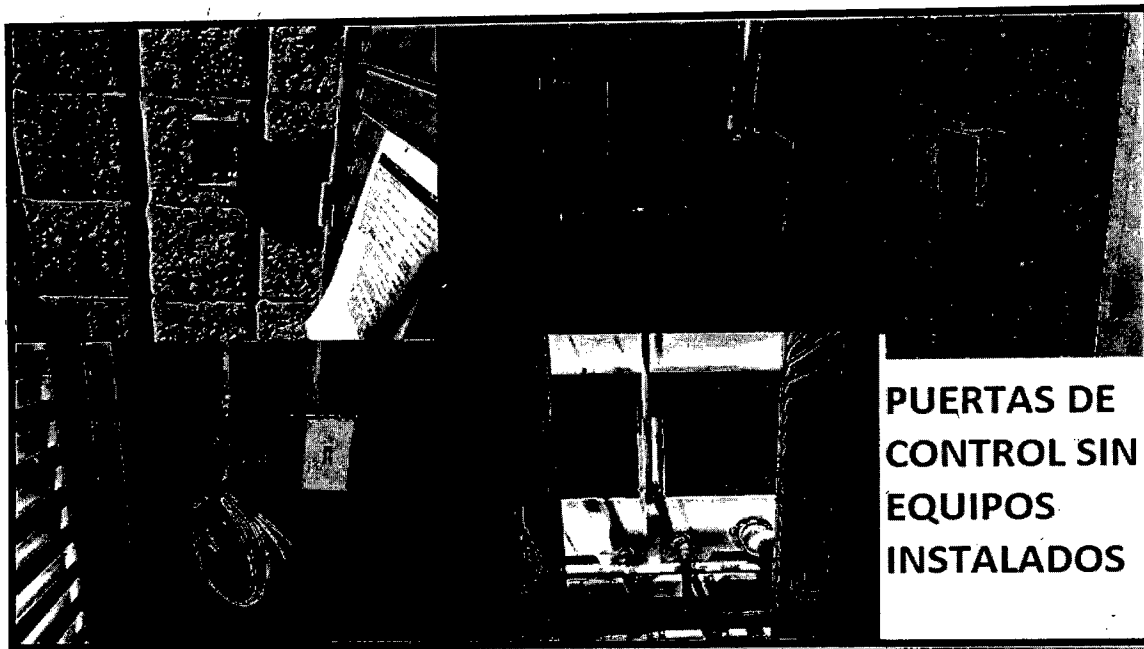

Imagen 3. Instalaciones pendientes.
- 4) Se pudo validar después de realizar el recorrido por las instalaciones, que hay una gran variedad de equipos pendientes por instalar, los cuales en algunos casos tienen solamente la tubería instalada, es necesario instalar el cable y equipos pendientes, en la imagen 3, se puede observar infraestructura existente con cable y sin cables.